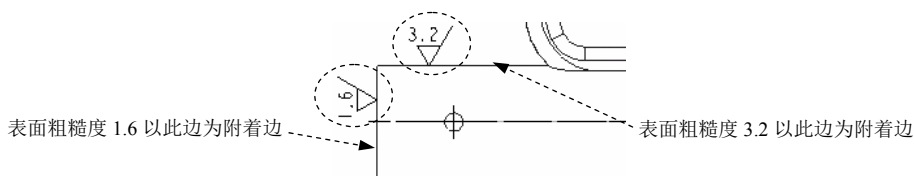

图 10.9.1 创建表面粗糙度
下面将在模型 body 的工程图中创建图 10.9.1 所示的表面粗糙度（表面光洁度），以此说明在工程图模块中创建表面粗糙度的一般操作过程。软件中仍沿用了 GB/T1031-1995 表面粗糙度的标注方法，此标注方法已经被新标准 GB/T1031-2009 所代替。
Step5. 定义放置参考。在 选择一个边、一个图元、一个尺寸、曲线、曲面上的一点、一顶点 或 a section entity. 的提示下，选取图 10.9.1 所示的边线，然后在 输入 roughness_height 的值 文本框中输入数值 3.2，单击 按钮；单击鼠标中键，然后在 ▾ INST ATTACH (实例依附) 菜单中选择 Done/Return (完成/返回) 命令。